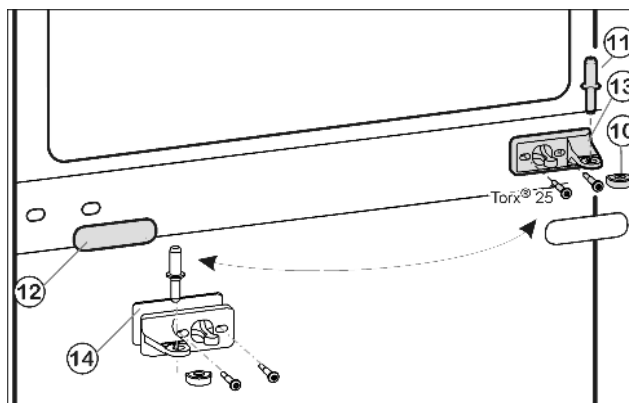
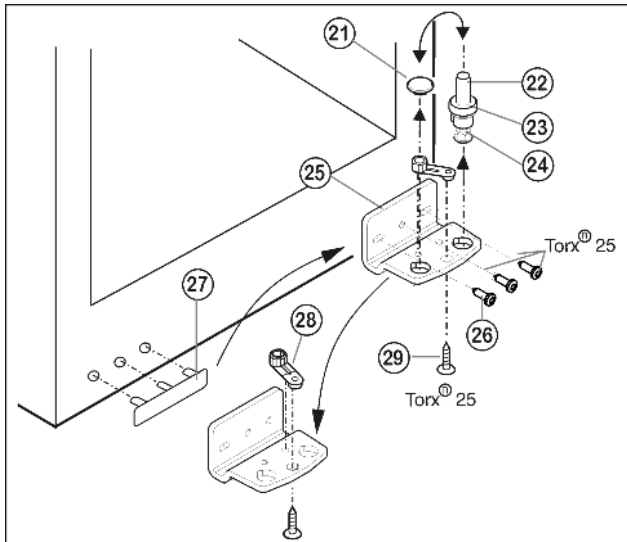

Fig. 8
Fig. 9
- ▶ Izvucite svornjak ležaja u sredini Fig. 8 (11) iz podloška ležaja i donjih vrata.
- ▶ Skinite plastičnu kapicu Fig. 8 (10).
- ▶ Odvijte podložak ležaja Fig. 8 (13) (2 x Torx® 25).
- ▶ Oprezno skinite plastični poklopac Fig. 8 (12).
- ▶ Podložak ležaja u sredini Fig. 8 (13) s podloškom Fig. 8 (14) pritegnite čvrsto (s 4 Nm) okrenut za 180° na novu stranu šarki.
- ▶ Ponovo stavite plastični poklopac Fig. 8 (12), zaokrenut za 180°, na novu stranu ručke.
- ▶ Cijeli svornjak ležaja Fig. 9 (22), s pločicom Fig. 9 (23) i podesivom nožicom Fig. 9 (24) skinite prema gore.
- ▶ Podignite čep Fig. 9 (21).
- ▶ Odvijte podložak ležaja Fig. 9 (25).
- ▶ Odvijte dio ležišta Fig. 9 (28) i premjestite ga u suprotnu prihvatnu rupu podloška ležaja, ponovo ga zavijte.
- ▶ Oprezno nadignite pokrov na strani ručke Fig. 9 (27) i premjestite ga na suprotnu stranu.
- ▶ Eventualno pomoću odvijača na baterije ponovo čvrsto pričvrstite vijcima podložak ležaja Fig. 9 (25) na novoj strani šarke (**s 4 Nm**).
- ▶ Ponovo umetnite čep Fig. 9 (21) u drugu rupu.
- ▶ Ponovo umetnite cijeli svornjak ležaja Fig. 9 (22), s pločicom i podesivom nožicom. Pri tome pazite da je ispuščenje za blokiranje okrenuto prema otraga.
- ▶ Stavite donja vrata odozgo na donji svornjak ležišta Fig. 9 (22).
- ▶ Ponovo stavite plastični poklopac Fig. 8 (10) na srednji podložak ležaja Fig. 8 (13).
- ▶ Umetnite srednji svornjak ležaja Fig. 8 (11) na novu stranu šarki kroz podložak ležaja u sredini Fig. 8 (13) u donja vrata.
- ▶ Stavite gornja vrata na svornjak ležaja u sredini Fig. 8 (11).
- ▶ Poravnajte vrata eventualno preko obje uzdužne rupe u donjem podlošku ležaja Fig. 9 (25) i srednjem podlošku ležaja Fig. 8 (13) u liniji s kućištem uređaja. Za to odvijte srednji vijak na donjem podlošku ležišta Fig. 9 (25).